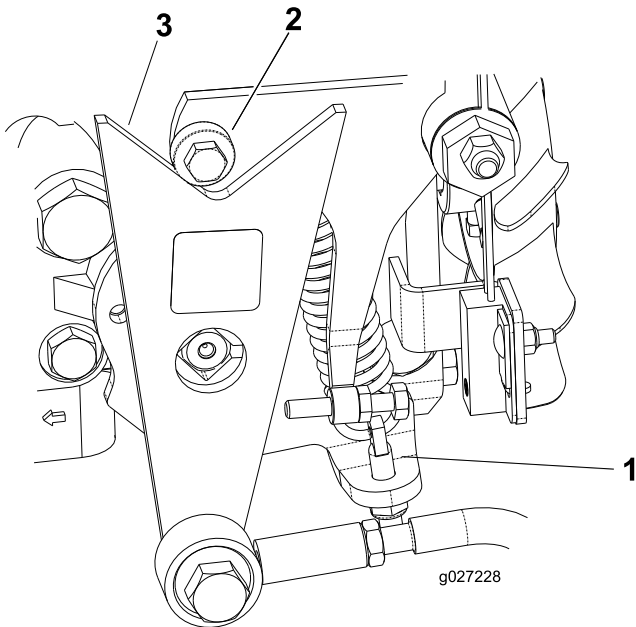

Figura 49
- Si las ruedas giran en la dirección correcta, apague el motor y ajuste la contratuerca del pasador de ajuste del muelle (Figura 49). Ajuste la posición de punto muerto de la tracción; consulte Ajuste del punto muerto de la transmisión de tracción (página 31).